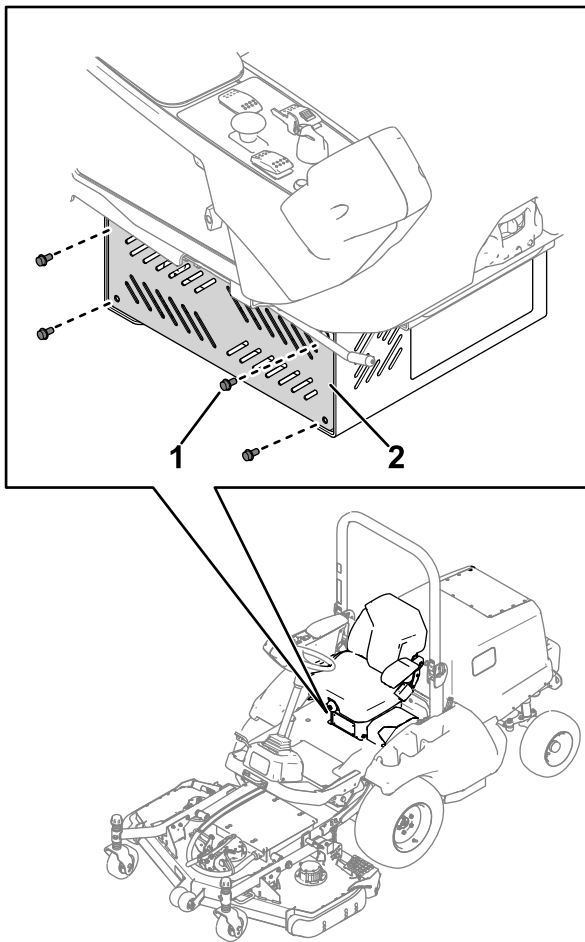
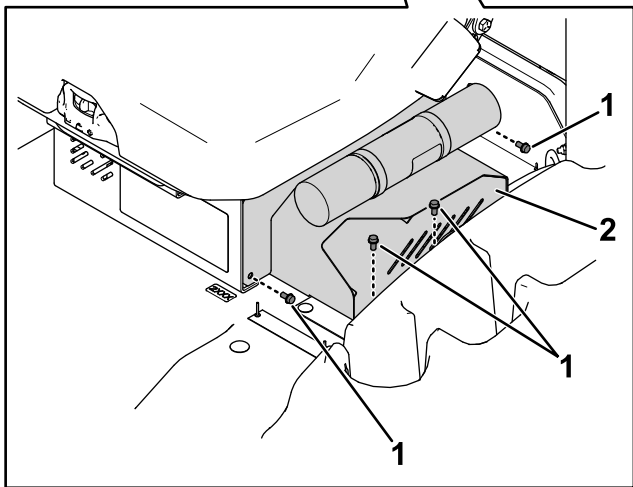

図 1
図 9
1. グランドマスター e3200 と e3300 座席ベース右側のプレートを外す 図 1。ボルトは再使用する。
- A. 座席ベースの左側にあるプレートを外す 図 9。ボルトは再使用する。
- C. 保管しておいたボルトを使用して、シートベースプレートを運転席ベースの両側に取り付ける 図 1 と 図 9。